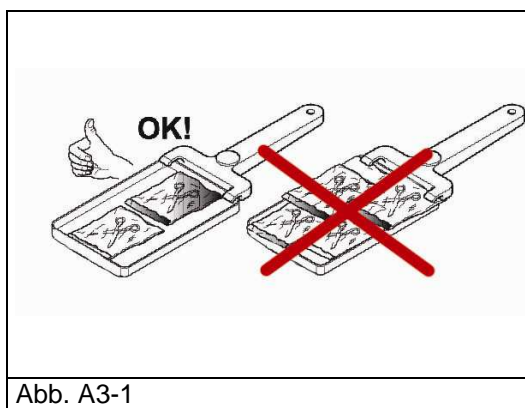

Abb. A3-1
- Zum Sterilisieren von verpackten Instrumenten die Beutel nicht übereinander auf den Tablett anordnen (Abb. A3-1).